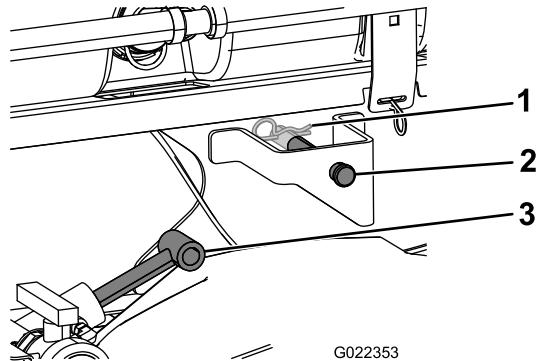

Figure 12
4. Déployez les vérins de levage vers les supports sur le patin de la cuve et alignez les raccords des vérins sur les trous des supports du patin (Figure 12).